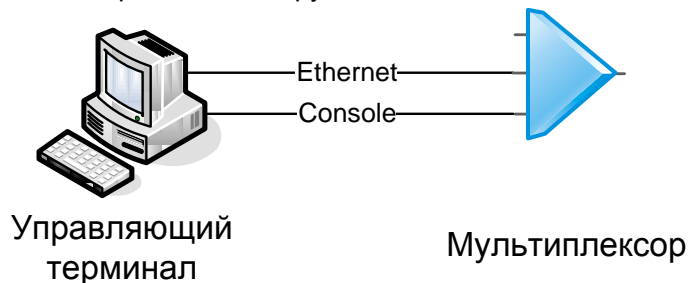

Рис. 14. Пример подключения управляющего терминала к мультиплексору
- Подключите мультиплексор к компьютеру согласно Рис. 14.